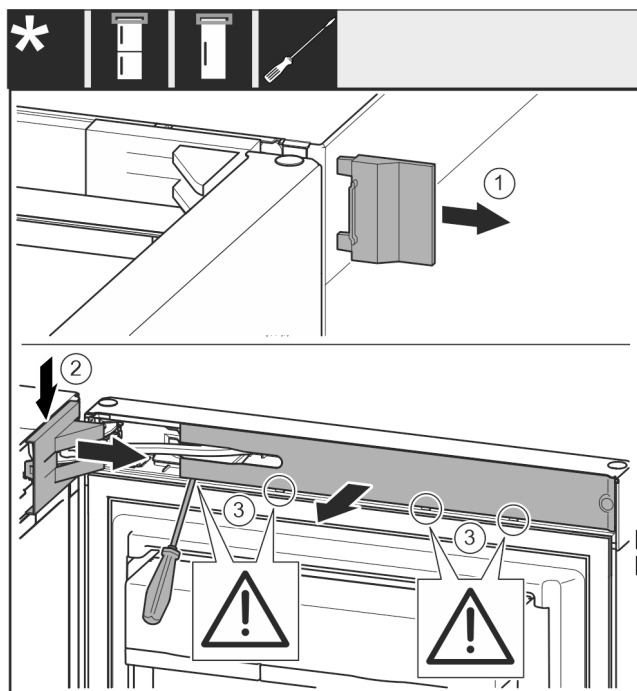

Fig. 8
- ▶ Свалете капака Fig. 8 (1).
- ▶ Освободете и развийте капака на лагерната стойка Fig. 8 (2).
- ▶ Свалете капака на лагерната стойка Fig. 8 (2).
- ▶ Освободете капачката Fig. 8 (3) с плоска отвертка и я завъртете настрани.